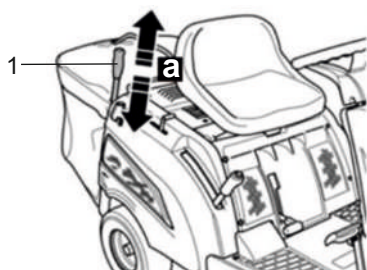

Рис. 29
1. Вытяните (рис. 29/а) рычаг (рис. 29/1) из травосборника.